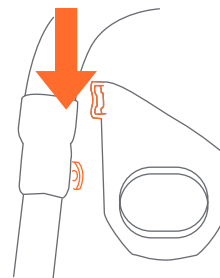

Fig. 12
- 12) •** Para colocar el portavasos: deslice el gancho del sobre para portavasos en la barra de manubrio. Presione hasta que se ajuste firmemente (Fig. 12).